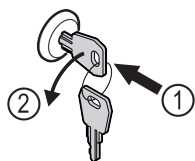

Fig. 131
- ▶ Introduceți cheia prin apăsare. Fig. 131 (1)
- ▶ Rotiți cheia cu 90° în sens invers acelor de ceasornic. Fig. 131 (2)